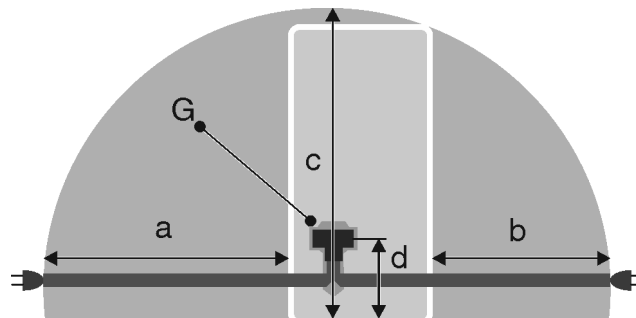

Fig. 48
- Η πρίζα βρίσκεται εκτός της περιοχής της πλάτης της συσκευής στην δεδομένη περιοχή Fig. 48 (a, b, c).
- ▶ Εισάγετε το φις της συσκευής Fig. 48 (G) στην πίσω πλευρά της συσκευής. Βεβαιωθείτε ότι έχει κουμπώσει σωστά.